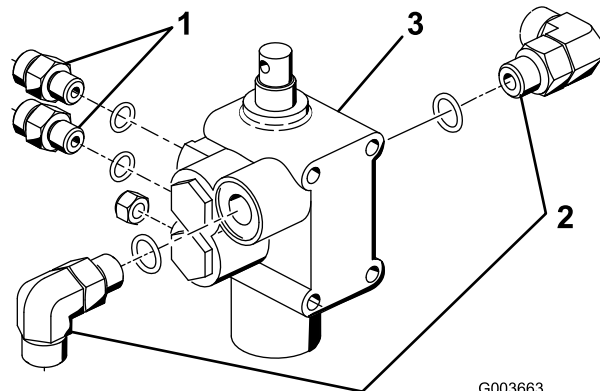

図 7
1. 図 7 に示すように、エルボー継手と 2 つのストレート油圧継手の両方を新しいリフトバルブにねじ込む。